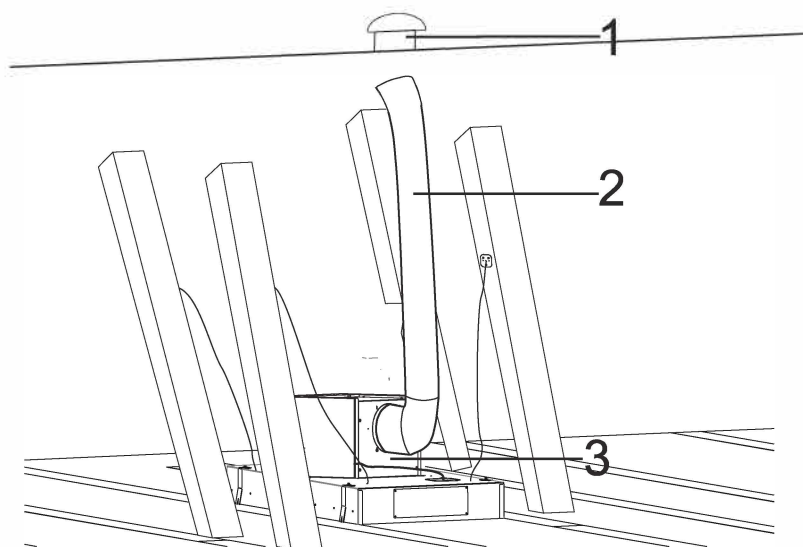

Fig. 15
9. ➔ Tilslut den ene ende af aftrækskanalen på aftræksstuden oven på emhætten og den anden ende til taghætten (læs punkt 2 under afsnittet: Larm & Støj (fra motor)* for gode råd) Fig. 15.